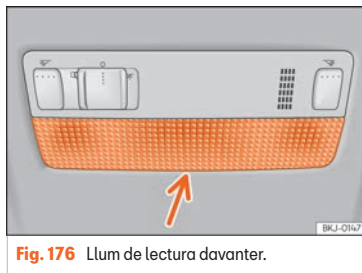

Fig. 176 Llum de lectura davanter.
• Introduïu un tornavís fi per la part plana entre la carcassa i el vidre »» **fig. 176**.